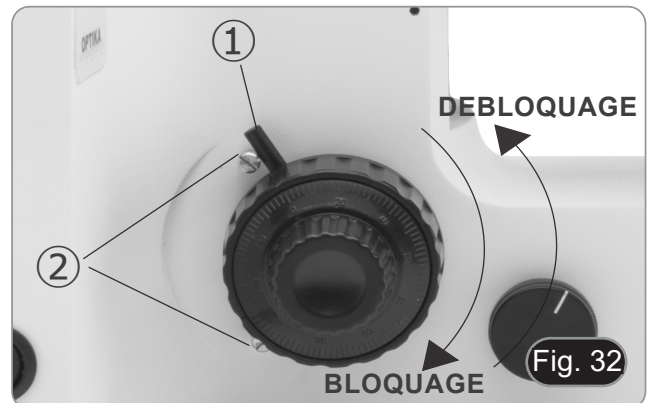

Fig. 32
- Une fois la mise au point faite, tirer vers l'avant du microscope le levier ① et le bloquer dans cette position de mise au point supérieure. (Fig. 32)
- Deux clips de blocage sont insérés sur le stand ②. N'ENLEVEZ PAS LES DEUX DISPOSITIFS DE RETENUE.**